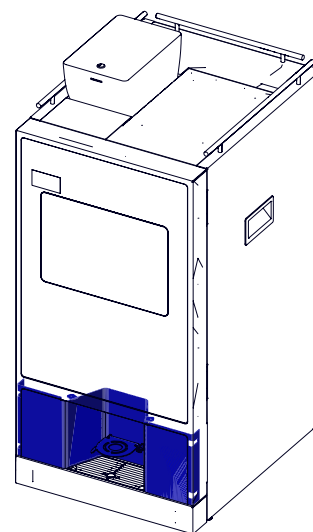

Рисунок 2.4
2.1.5 Лоток для стаканов (см.рис.2.4)